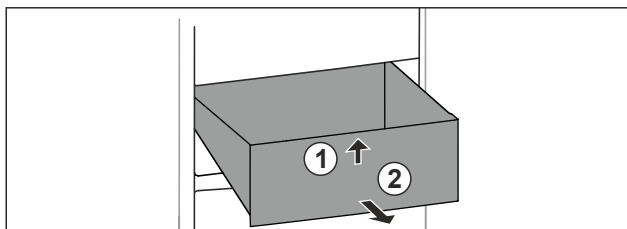

Fig. 77
- Приподнимите выдвижной ящик спереди. Fig. 77 (1)
- Извлеките выдвижной ящик движением вперед. Fig. 77 (2)